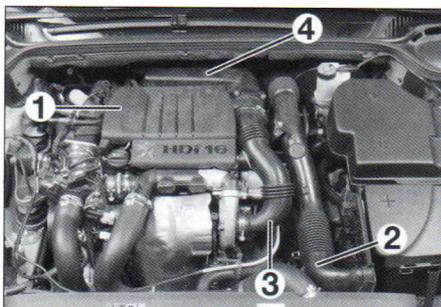
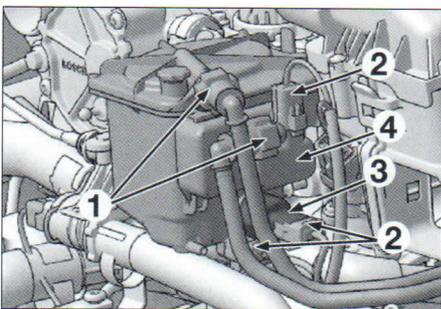

FIG.30
FIG.31
- la cubierta del motor (1) (**fig. 30**).
- los conductos de entrada de aire (2) y (3).
- el conjunto carcasa superior de filtro de aire/caudalímetro (4).
- las tuberías de combustible (1) (**fig. 31**).
- el cableado (2).
- Separar del filtro de gasoil, el detector de agua (3) y el recalentador (4).